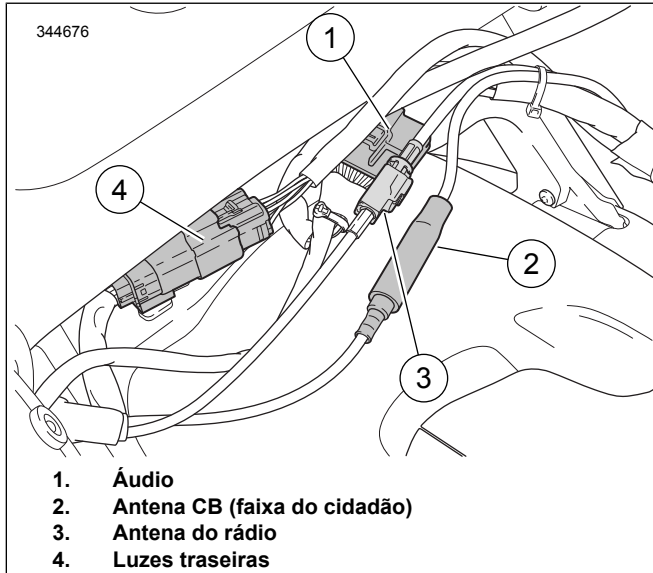

Figura 2. Conectores do Tour-Pak
- a. Veja Figura 2 . Separe os conectores elétricos.